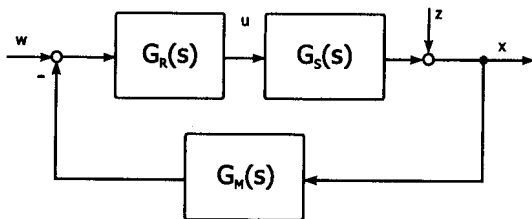

Abb. 5.2: Regelkreis 1
- (c) Ist es möglich, ein Übertragungsglied  $G_K$  so zu bestimmen, dass die Regelkreise in Abb. 5.2 und 5.3 die gleiche Führungs- bzw. Stör-Übertragungsfunktion besitzen?